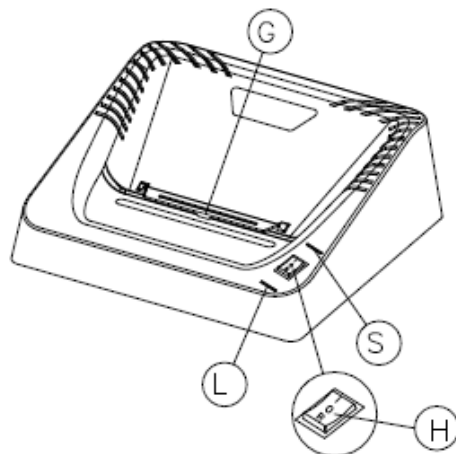

Fig. 2
USO DELL'APPARECCHIO Fig.2
di credito sono muniti di sportellino di protezione (G) Fig.2 che deve essere mantenuto ruotato verso la parte posteriore dell'apparecchio durante la distruzione di carta e deve essere ruotato verso il fronte dell'apparecchio durante la distruzione di CREDIT CARD –CD-ROM/DVD, perché mantiene guidati i supporti ottici nell'area di azione delle fotocellule e protegge l'operatore da eventuali frammenti di plastica.
HOW TO USE THE SHREDDER Fig.2
The machines suitable for shredding CDS/DVDS and credit cards come with a protective door (G) Fig. 2 which must be rotated to the back of the machine when shredding paper and must be rotated to the front when shredding CREDIT CARDS-CD-ROMS/DVDS, because it guides the optical material within range of the optical eyes cells and protects the operator from any plastic fragments.